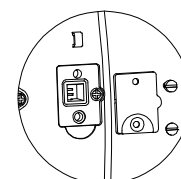

Рисунок 4-2.
2. Снимите защитную крышку в основании весов, под которой располагаются два контакта (см. рис. 4-2). Замкните эти контакты между собой (для этого можно использовать отвертку под прямой шлиц) и включите питание весов.